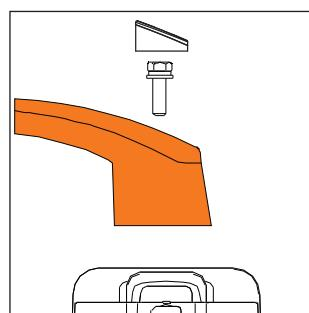

Рис. 12
- На модели компрессора **DAC 170S / DAC 180S / DAC 190S** накрутите быстросъемный коннектор на выходной кран, установите верхнюю рукоятку на головку блока цилиндров (Рис. 12).